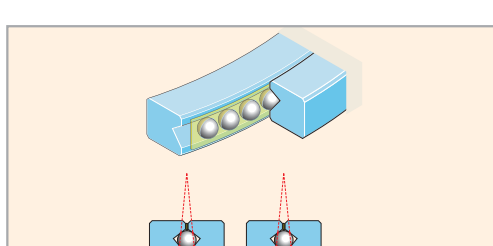

図2-4 V溝レールと鋼球(V-B方式)
2.4 V溝レールと鋼球(VB方式)曲線移動タイプ【図2-4】